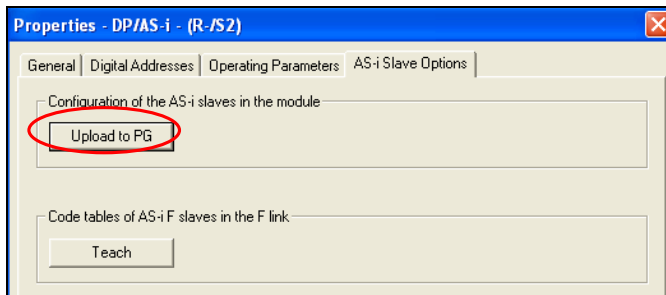

图 21 DP/ASi F link 的属性
(3) 双击 DP/ASi F link，在其属性中选择“Upload to PG”（图 21），将其所连接的 ASi 从站读入到 Step7 的项目中（图 22）。